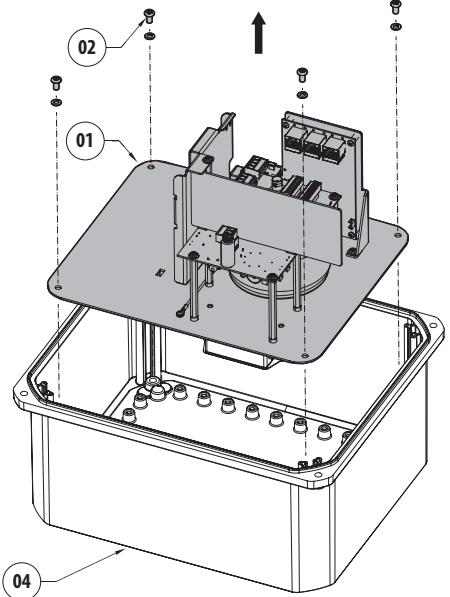
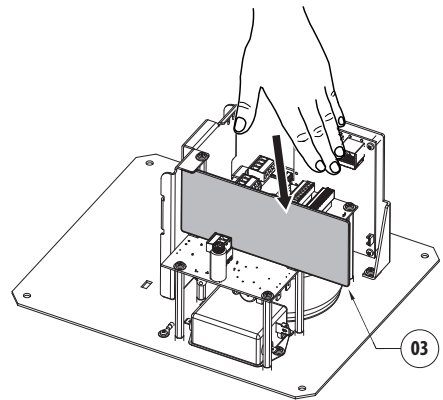

Abb. 7
Abb. 8
Die Platte für die Platinenabteilung (03) nehmen, den Innenblock (01) anheben und den Kasten (04) abziehen (Abb. 7, Seite 11 und Abb. 8, Seite 11).